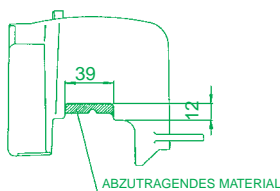

Abb. 1
- Die Zylinderkopfdichtung (9) und den von eventuellen Kohleablagerungen gesäuberten Original-Zylinderkopf bis auf Anschlag am Zylinder auf die Stiftschrauben fügen.
- Die Haube auf dem Zylinder (geändert wie in Abb. 1), den Luftleitkanal und die neue Zündkerze (siehe Abschnitt „Wichtige Empfehlungen“) montieren.